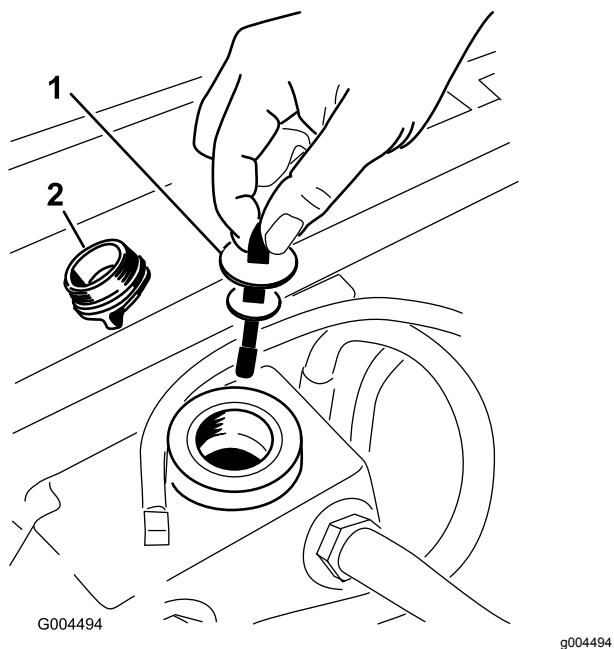

Figura 72
5. Retire el tapón de llenado de aceite hidráulico (Figura 72) del cuello de llenado.
- 6. Retire la varilla y límpielas con un paño limpio (Figura 72).
- 7. Introduzca la varilla en el cuello de llenado; luego retírela y verifique el nivel del aceite (Figura 72).